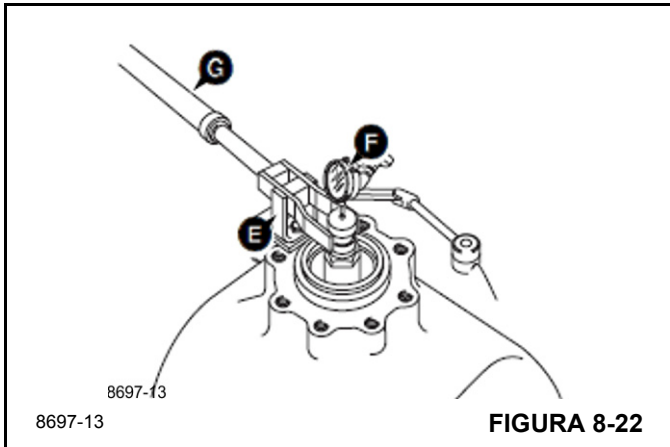

FIGURA 8-22
15. Instale o suporte especial D na carcaça da cabeça de acionamento utilizando duas porcas e parafusos M10 x 30. Instale o pilar de suporte da ferramenta especial E (Figura 8-22) no suporte D de forma que a extremidade do garfo engate no adaptador C. Certifique-se de que o